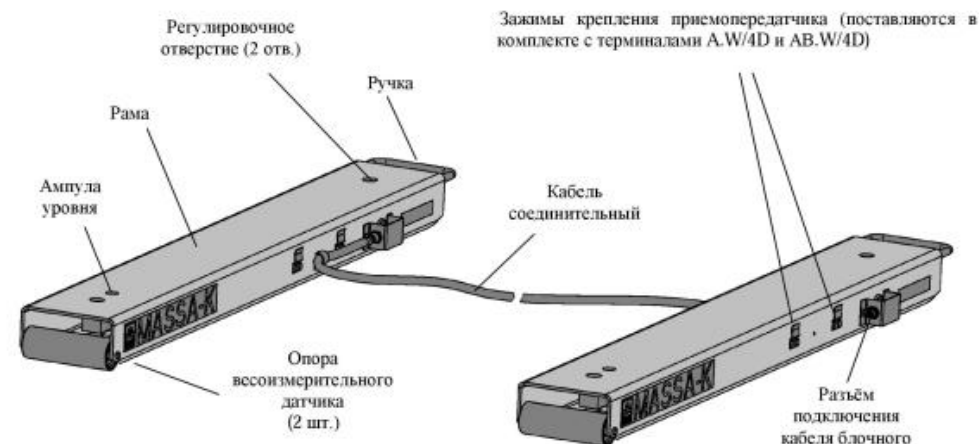

Рис. 4.1 - Модуль взвешивающий 4D-B\_
4.1 Модуль состоит из двух однотипных рам с весоизмерительными датчиками (Рис. 4.1).
5.2 Вынуть заглушки из регулировочных отверстий (см. Рис. 4.1). Вкрутить опоры в весоизмерительные датчики. Используя шлицевую отвертку, установить винт каждой из опор вровень с верхней гранью весоизмерительного датчика.
5.5 Подключить к рамам соединительный кабель, Рис. 4.1. Подключить к модулю взвешивающему блочный кабель.